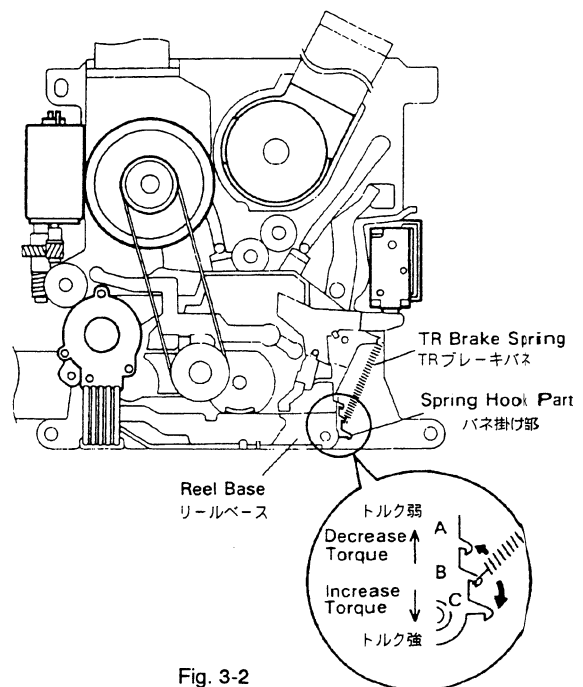

Fig. 3-2
(Refer to Fig. 3-2)
3. 規格内に入らない場合は、リールベースのバネ掛け部 A ~ C の位置を調整する。(図3-2参照)